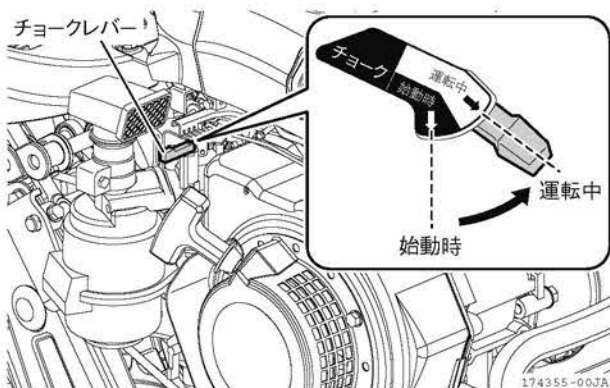

図 2-29 チョークレバー
3. エンジンの回転状態を見ながらチョークレバーを徐々に「運転中」位置にします。(図 2-29)